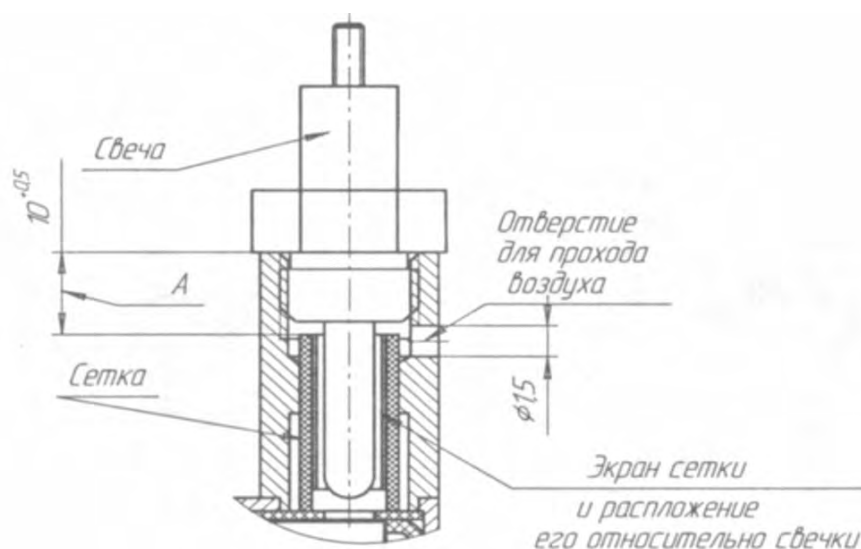

Рис. 227 Схема установки свечи и сетки в камеру сгорания
10. Засорено отв ф д. 1,5мм в камере сгорания.	Прочистить отв д. 1,5мм в камере сгорания (см. Рис. 227)
<p>правности. 9. Прочистить отв д. 1,5мм в камере сгорания(см. Рис. 227)</p>
При замене или проверке свечи необходимо проверить и сетку на наличие нагара или засорения. При обнаружении нагара сетку необходимо заменить и установить согласно Рис. 227 в штуцер камеры сгорания до упора в корпус камеры сгорания, при этом предварительно прочистив отверстие д. 1,5 мм (от возможного засорения).
После установки сетки проверить размер А (должен быть не менее  $10^{+0,5}$  мм) (см. Рис. 227).
после демонтажа камеру сгорания необходимо очистить от нагара, провести чистку отверстия диаметром 1.5 мм, предназначенного для подачи воздуха на свечу (см. Рис. 227), очистить пазы, предназначенные для прохода воздуха внутрь камеры сгорания, показанного на Рис. 235 стрелкой, и продуть сжатым воздухом.